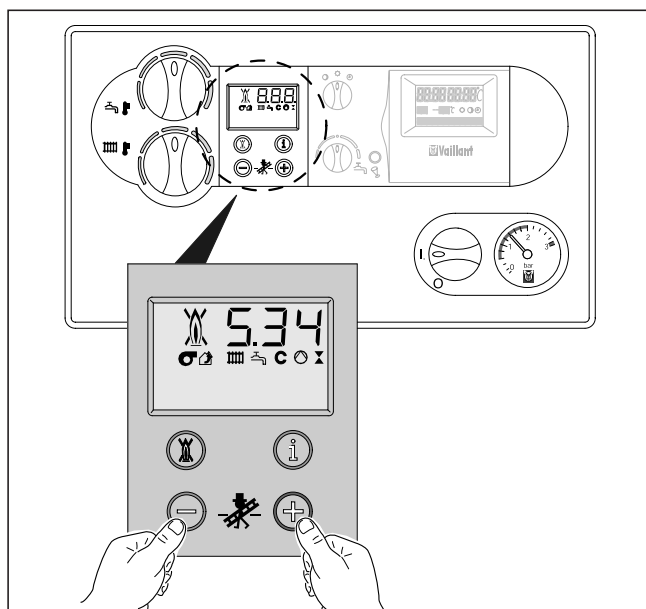

Fig. 3.14: Função limpa-chaminés
- Para activar o modo limpa-chaminés, prima simultaneamente as teclas "+" e "-" do sistema DIA (fig. 3.14).